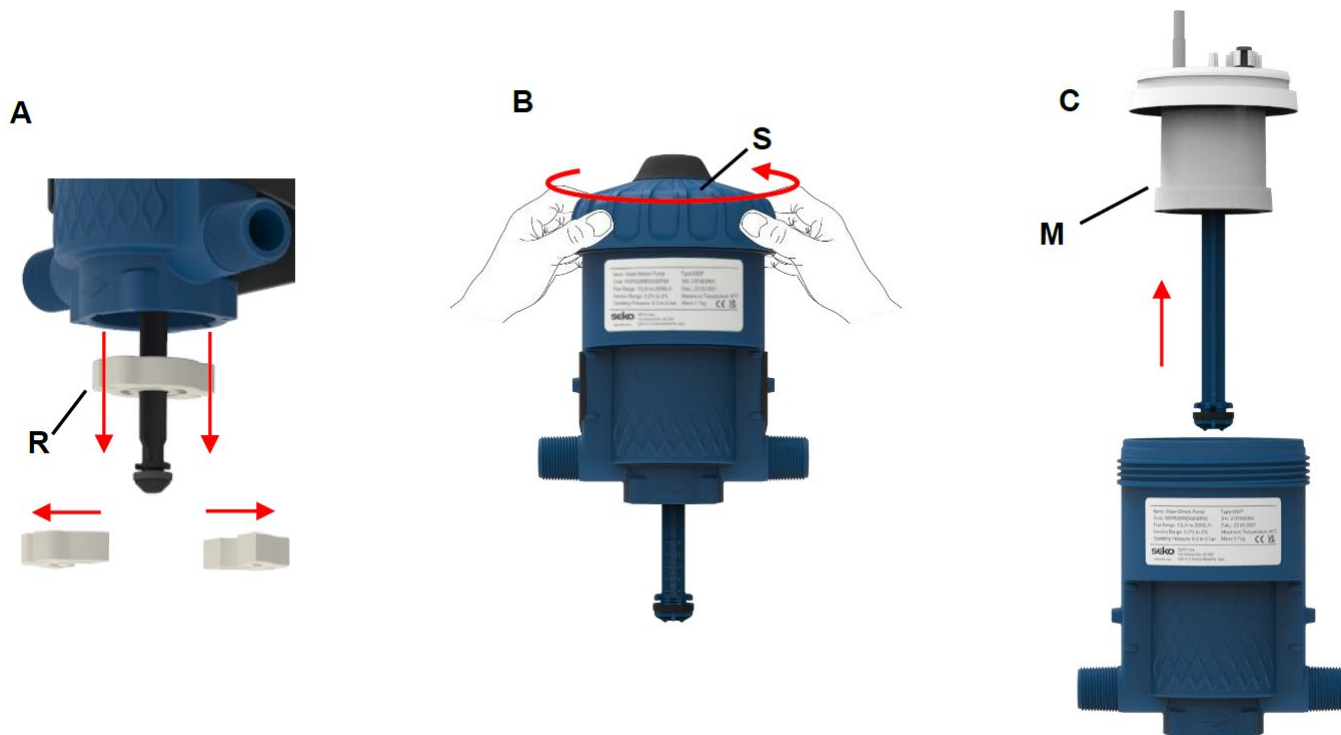

Рис. 19
- Сдвинуть вниз составное стопорное кольцо (R) внутри насоса и снять его по частям (Рис. 19 А).
- Отвинтить винтовую крышку (S) вручную (Рис. 19 В) и снять ее.
- Извлечь поршень двигателя (M), потянув его вверх (Рис. 19 С).